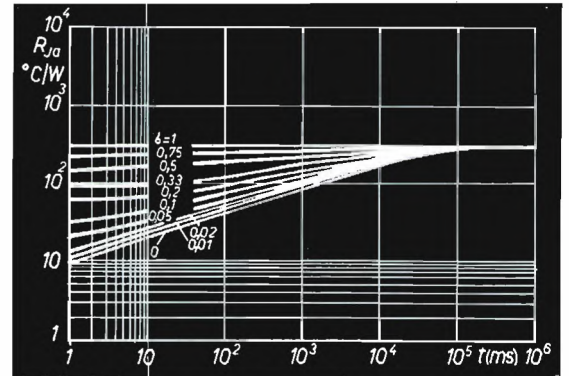

figura 11
La figura 11 riporta invece il diagramma che consente di ritoccare il valore « normale » di R_{ja} , quando il transistor venga sottoposto a forme d'onda impulsive di diverso rapporto di forma, per diverse durate di impulsi.
Nella pratica, se si è in possesso dei dati relativi al transistor in esame, sarà agevole estrarre i dati e applicarli. In mancanza potrà farsi uso del diagramma di cui alla figura 11 che, pur essendo riferito a un preciso transistor, è pur sempre indicativo del comportamento generale dei dispositivi a stato solido.
In corrispondenza del valore $t = 40 \text{ ms}$, sull'asse delle ascisse del diagramma di figura 11, innalziamo una verticale fino a incontrare la curva contrassegnata da $d = 0,1$. Quindi tracciamo una orizzontale fino all'asse delle ordinate e leggiamo $R_{j,a} = 50 \text{ } ^\circ\text{C/W}$. Applicando l'equazione (1) si ha